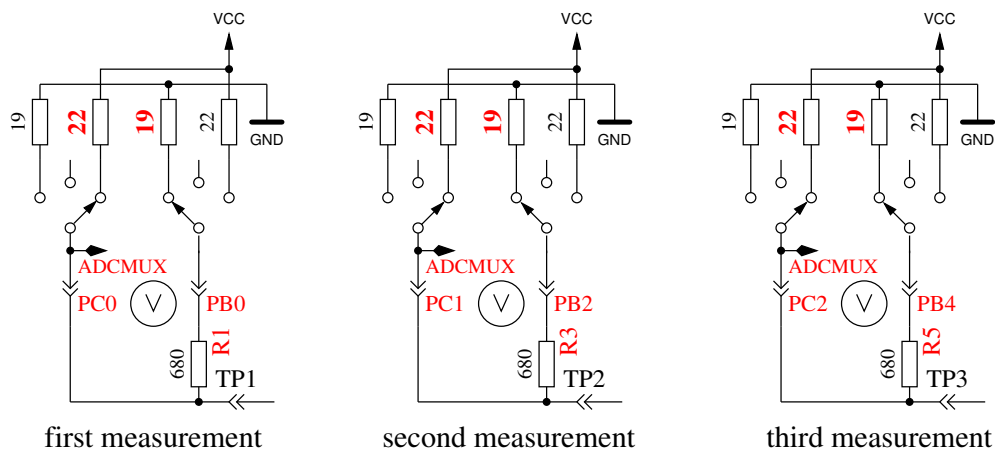

Abbildung 5.53: Messung des Innenwiderstandes des auf VCC geschalteten Port-C-Ausgängen.
9. **Messung des Innenwiderstandes von auf VCC geschalteten Port-Ausgängen.** Der benötigte Strom wird von auf GND geschalteten 680Ω-Widerständen geliefert. Es ist die gleiche Messung wie die in Test 8 zur anderen Seite, wie in Abbildung 5.53 gezeigt wird. Der Innenwiderstand wird wie folgt berechnet: Um den Strom zu berechnen: $(5001 - (\text{Ergebnis von Test 8}) - (\text{Ergebnis von Test 9})) / 680$. Die Widerstandswerte ergeben sich, wenn die gemessene Spannung durch diesen Strom dividiert wird. Das Ergebnis für diesen Test wird dann in Zeile 1 mit dem Text „RI_Hi=“ in Ω angezeigt, der Innenwiderstand zur GND-Seite wird in Zeile 2 mit dem Text „RI_Lo=“ angezeigt. Diese Werte werden ab Software-Version 1.06k bei jeder Messung neu bestimmt und hier nur dargestellt.